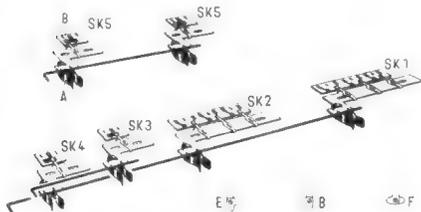

Bild 3. Steuernocken am VHF-Kanalwähler: E = CCIR-Norm, B = belgische Norm, F = französische VHF-Norm
Die Bild-Zwischenfrequenz steht an Punkt „e“ des VHF-Kanalwählers zur Verfügung. Die Steuernocken am VHF-Kanalwählerblock (Bild 3) stellen einen Systemschalter mit zwölf Schaltstellungen dar. Die Steuernocken werden in drei Stellungen gebracht:
1.1.4 Video-Signal. Der Signalweg kann in Bild 4 verfolgt werden. Hinter dem Video-Gleichrichter unterdrückt in Bild 2 ein π -Filter die restliche Zf-Spannung. Darauf folgen dann in Bild 4 einige Korrekturspulen für die hohen Frequenzen. Das Video-Signal wird hierauf im Pentodenteil der Röhre PCL 84 verstärkt. Über einen (von der Steuernocke am VHF-Kanalwähler betätigten) Schalter SK 1 (siehe Bild 3), und zwar über die Kontakte 4–5 wird das verstärkte Video-Signal über zwei Spulen zum Anheben der hohen Video-Frequenzen der Katode der Bildröhre zugeführt.